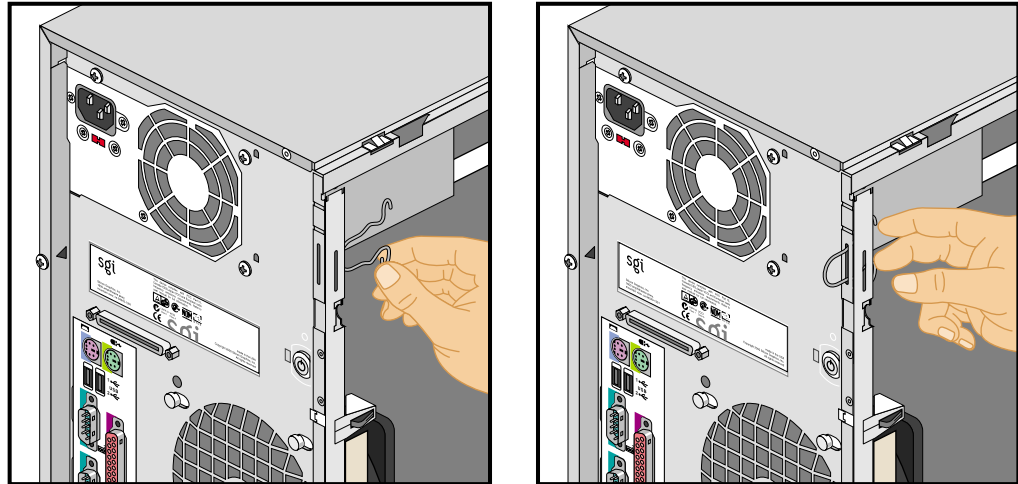

Abbildung 2-29 Anbringen der Verriegelungsöse in der Halteaussparung
5. Setzen Sie den ringförmigen Teil der Verriegelungsöse in die Aussparung im Gehäuse ein, und drücken Sie die Öse nach vorn, bis sie einrastet. Abbildung 2-29 veranschaulicht das Vorgehen.